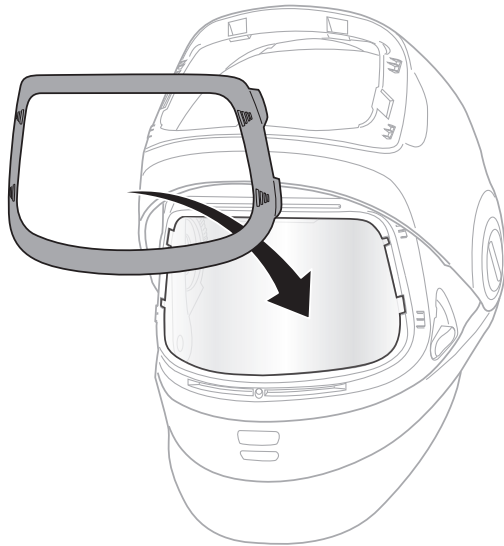

Fig. 12e
- d. Pour réinstaller le cadre de la visière, positionner celui-ci par-dessus la visière pour le meulage et l'engager en place aux quatre coins, en exerçant une pression ferme avec le pouce ou l'index (Fig. 12e, 12f).